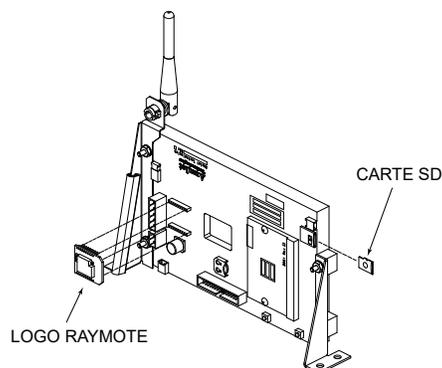

Figure 99. Retrait de l'antenne
8. Retirez l'antenne de son support, voir Figure 99.